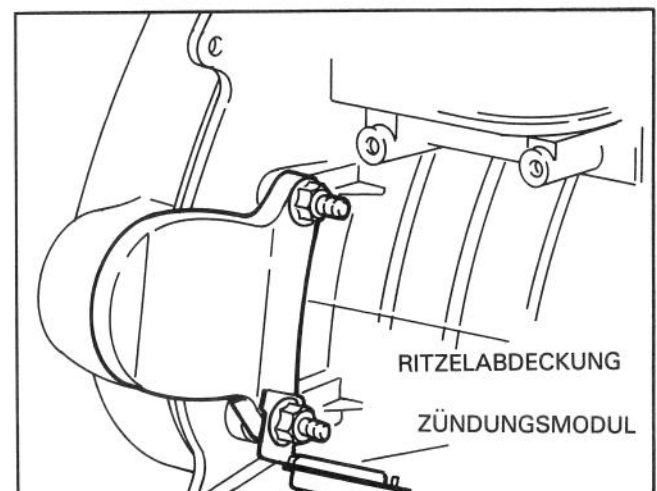

Abbildung 3
3. Bei Modellen ohne das zusätzliche Gußstück an der Stelle zur Starterbefestigung die beiden M8-Bundmuttern entfernen, welche die Zahnradhalterung am Motor sichern, sowie die Abdeckung entfernen (Abb. 3).
4. Die Zündungsmodulhalterung vom Motor abnehmen und die Verbindungselemente wegwerfen. Modul von der Halterung abnehmen, Modul aufbewahren und Halterung wegwerfen (Abb. 3).